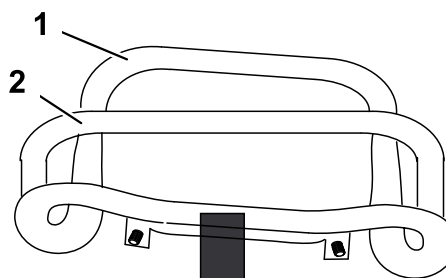

図 53
3. 走行コントロールを手前一杯に引いてコントロールの前部を基準バーに接触させる **図 53**。